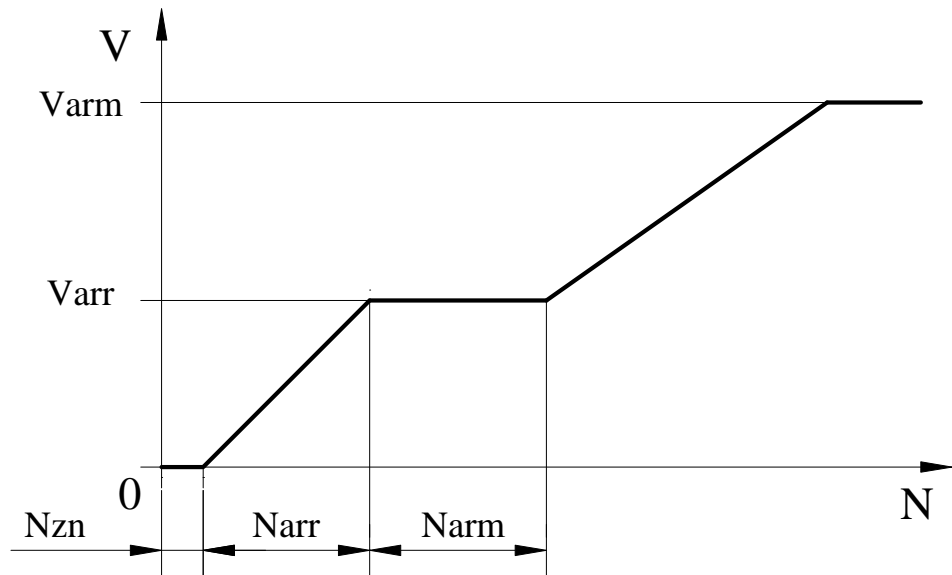

Рис.5. Скорости удержания в зависимости от модуля отклонения от точки удержания.
- 3.9.7.5. **Номер 4** – Varr (мм/сек) – малая скорость движения при удержании (арретировании) (рис.5).
- 3.9.7.6. **Номер 5** – Varm (мм/сек) – максимальная скорость движения при удержании (арретировании) (рис.5).
- 3.9.7.7. **Номер 6** – Narm (мм) – участок скорости движения при удержании (арретировании), где $V=Varr$ (рис.5).